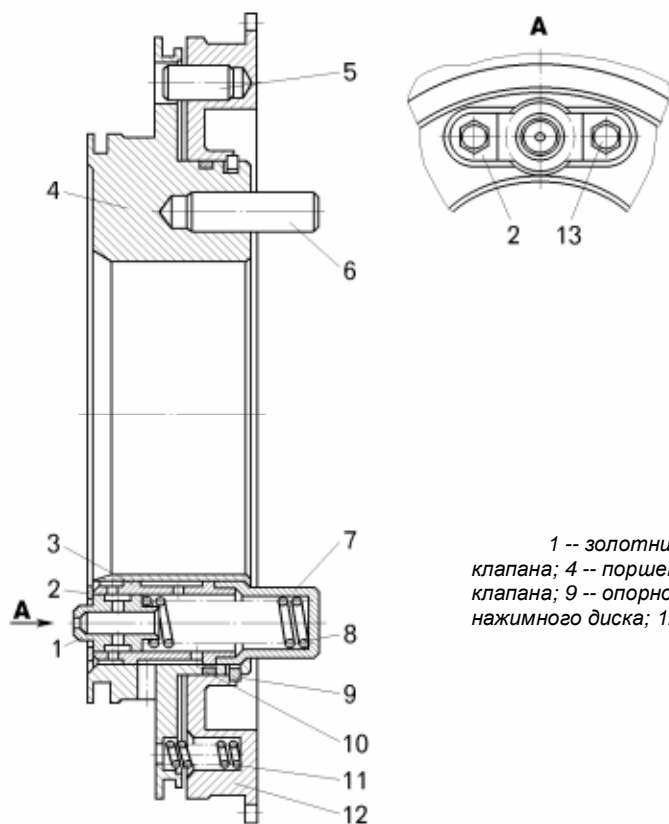

Рисунок 6.15 – Поршень фрикциона:
- с помощью двух отверток, используя фрезеровки на торце опорного кольца 9 (рисунок 6.15), сжать его и снять нажимной диск 12 и пружины 11;